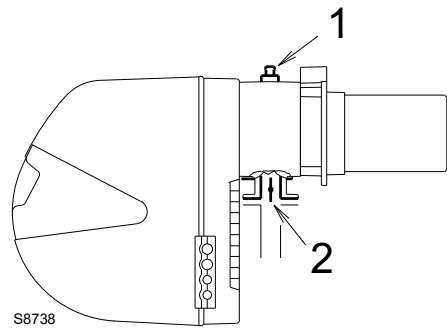

Fig. 18
Presión de gas medida en la toma 1)(Fig. 18), con:
Pérdida de carga en válvula de mariposa del gas 2)(Fig. 18) con apertura máxima: 90°.
- restar a la presión del gas en la toma 1)(Fig. 18) la presión de la cámara de combustión.
Presión de gas en la toma 1)(Fig. 18) = 10,2 mbar
En cambio, para conocer la presión de gas necesaria en la toma 1)(Fig. 18), una vez fijada la potencia en la cual se desea que funcione el quemador con la máxima potencia:
- Leer a la derecha, en la columna 1, la presión en la toma 1)(Fig. 18).
presión necesaria en la toma 1)(Fig. 18).